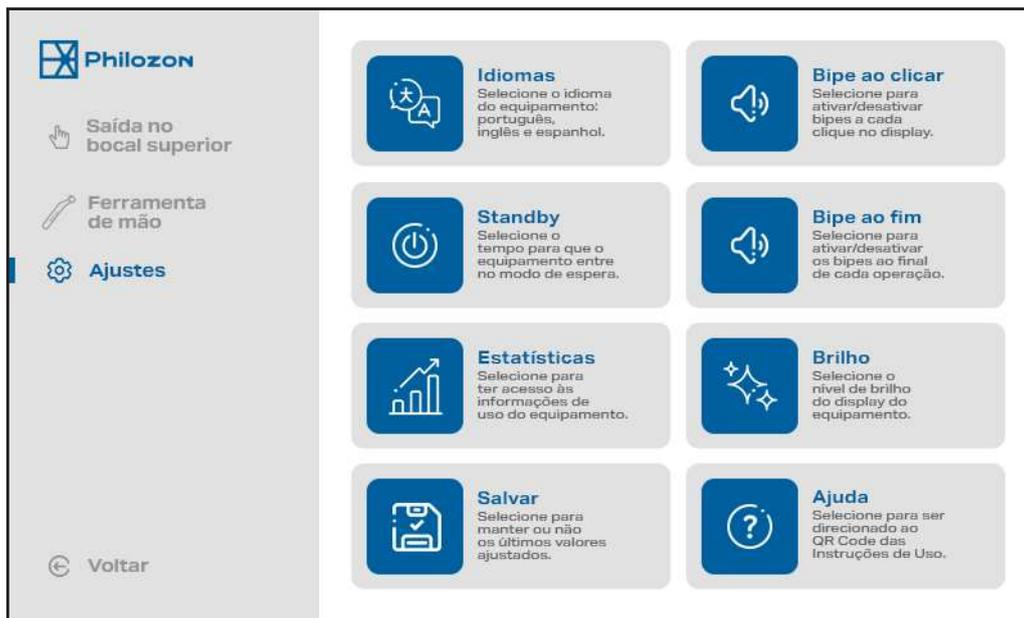

Figura 15 - Tela ajustes gerais
3. Ajustes Gerais: selecione essa opção para exibir a tela de ajuste das configurações do equipamento (Figura 15).